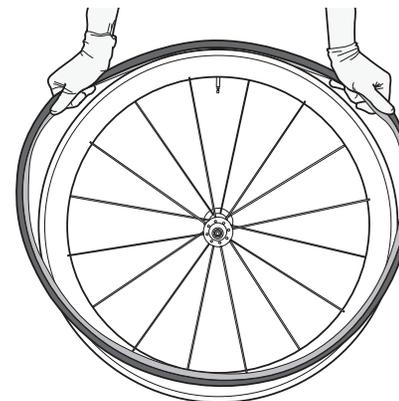

Figure 24.
6. Avec vos mains à droite et à gauche de la valve, saisissez la bande de roulement et les flancs du pneu et appuyez pendant que vous travaillez le pneu sur la tringle de jante (Figures 24 et 25).